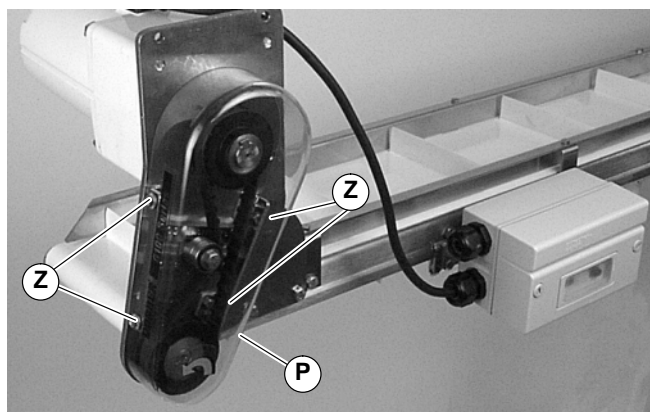

Abbildung 13
1. Die vier (4) Schrauben (Z von Abb. 13) lösen, und die Abdeckung entfernen (P).
HINWEIS: Die Schrauben (siehe Z Abbildung 13) nicht zu fest anziehen.
6. Die Abdeckung (P von Abb. 13) wieder installieren, und die vier (4) Schrauben (Z) mit 4 Nm festziehen.